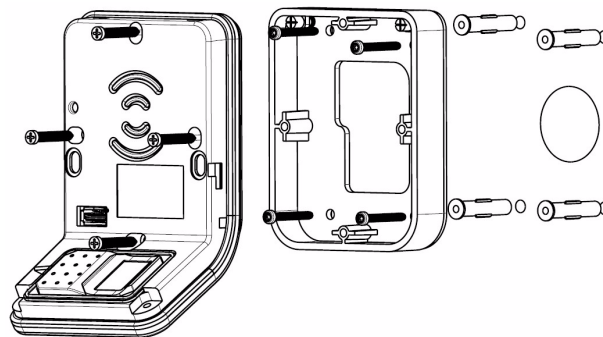

Figure 3.12: Fixation du corps du terminal
7. Fixer le corps du terminal à l'entretoise d'assemblage à l'aide des 4 vis M3X25 (voir Figure 3.12).